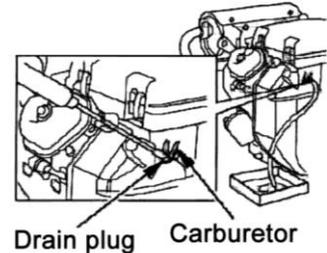

Fig.28
① Dévisser le bouchon de vidange (Fig.28) et vidanger le carburant du carburateur. Veuillez vidanger le carburant dans un récipient approprié, visser le boulon de vidange.
② Éteignez d'abord l'interrupteur du moteur, débranchez le godet de dépôt et videz-le , réinstallez le godet de dépôt et vissez-le.